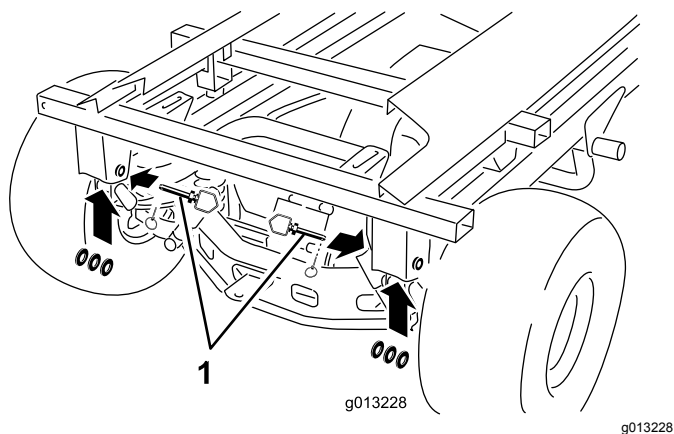

図 50
10. 後部のリンチピン、ヒッチピン、ワッシャを外す 図 50。